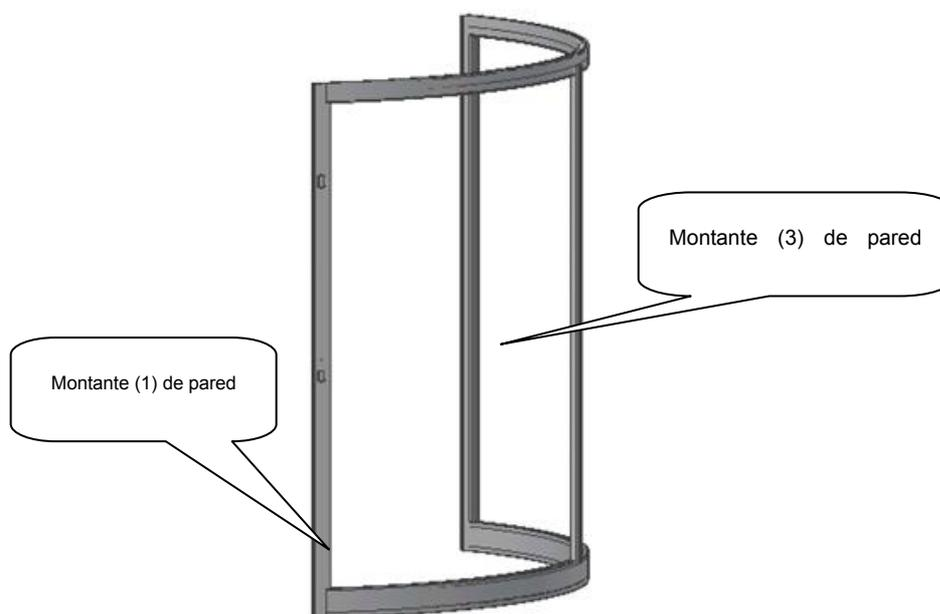

Figura 5-4
Instale el montante (3) de la pared lateral con cuatro tornillos hexagonales ST6.3X 38 con el extremo revestido con cola anaeróbica. Consulte la Figura 5-4.